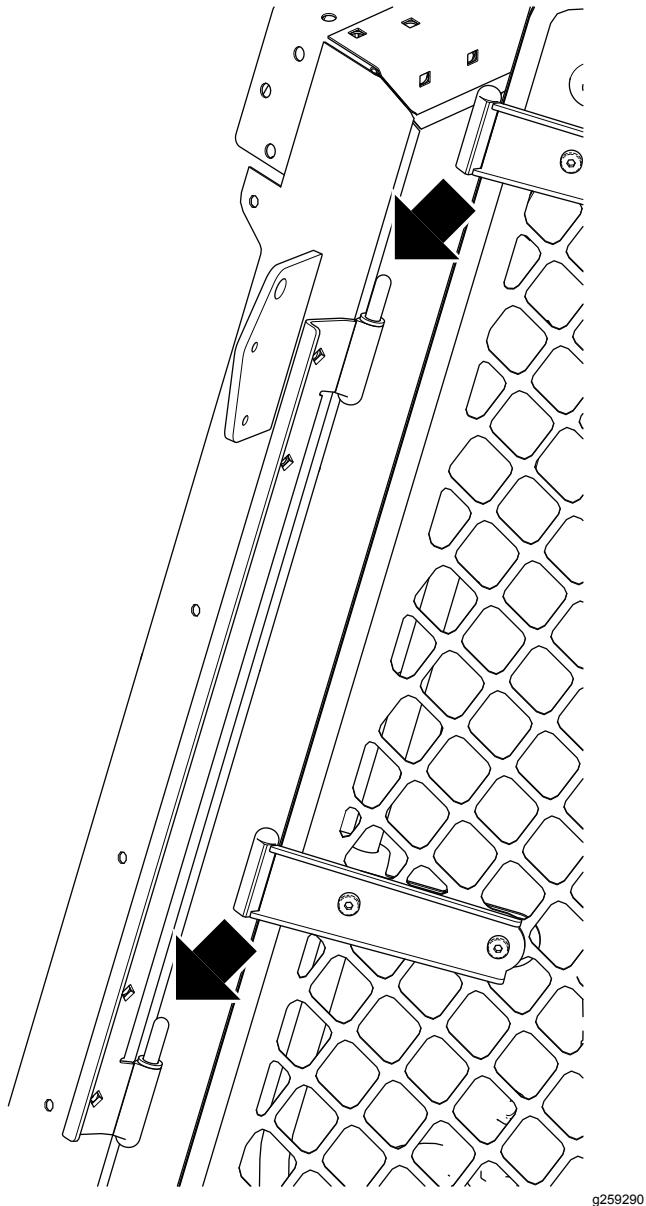

図 6
9. 各ドアを取り付けるドアのヒンジをヒンジピンに取り付ける図 6。